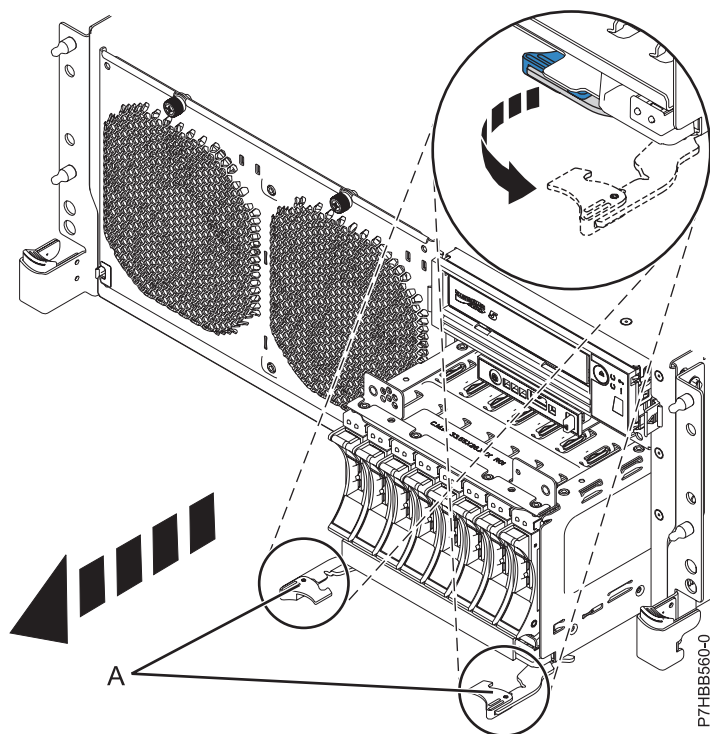
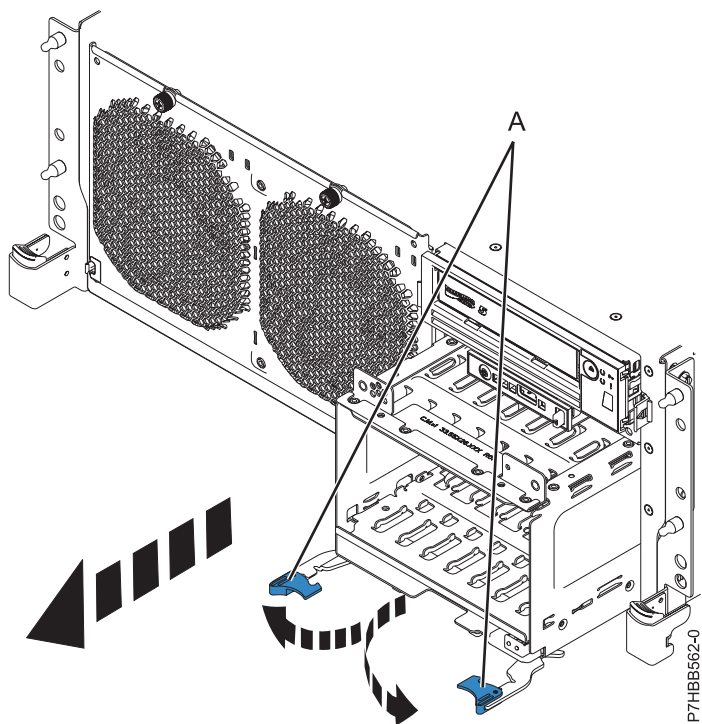

Figura 5. Removendo o Painel Traseiro que é Ocupado com Unidades de Disco
Figura 6. Removendo o Painel Traseiro que não é Ocupado com Unidades de Disco
15. Destrave o painel traseiro da unidade de disco, abrindo as alças (A) a partir do centro do painel traseiro conforme mostrado na Figura 5 na página 8 e Figura 6 na página 8.